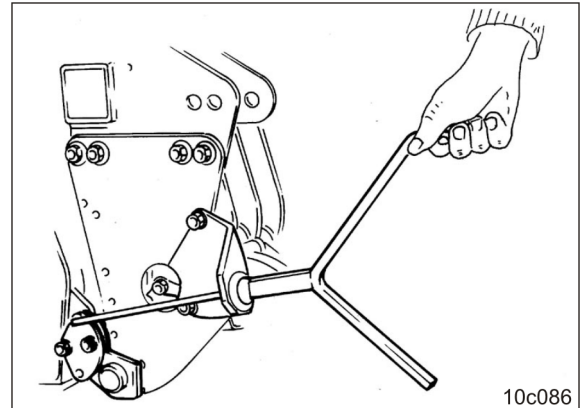

Fig. 91
1. Colocar la manivela de giro (Fig. 91) en el husillo de ajuste y ajustar la presión de la reja.